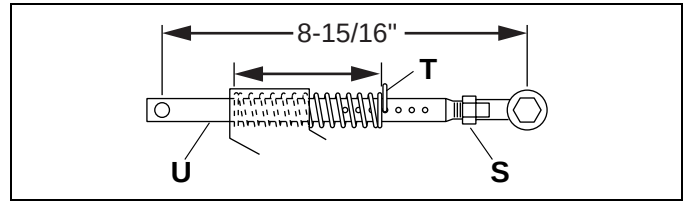

Abb. 3P
3. Die Trommel anheben und die Druckfederstifte **(T, Abbildung 3P)** anbringen. Wenn sich die Schnitthöhe nicht geändert hat, die Stifte an derselben Position anbringen, an der sie waren, als die Trommel entfernt wurden.
1. Die Trommeln auf den Boden senken und die Druckfederstifte **(T, Abbildung 3P)** entfernen. Die Einstellung der Federn notieren.